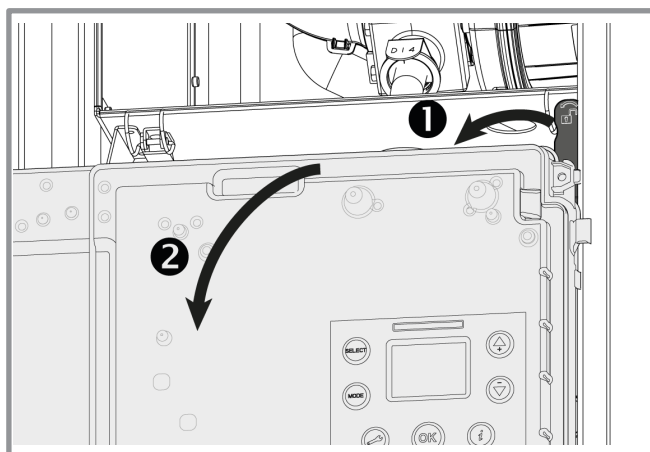

figura 33 - Acceso al cuadro eléctrico
- Gire el cuadro eléctrico (figura 33).
- Desconecte el tubo de evacuación de los condensados (1).